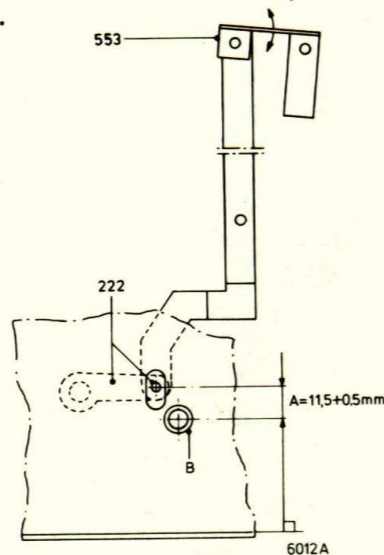

Fig. 45
**i. Haspel ontgrendeling (fig. 45)**